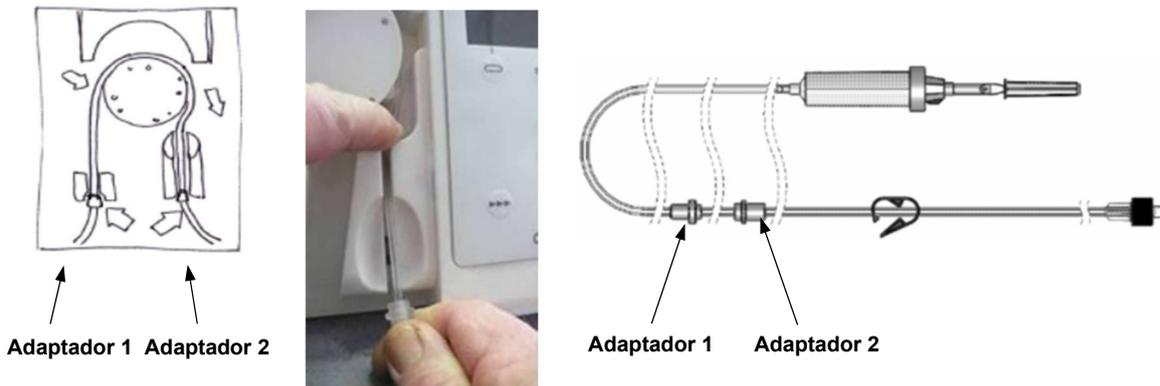

Figura 14:
2. Tome el adaptador 2 y tienda el tubo sobre el rotor de la **Qiona®**. Presione el tubo detrás del rotor hacia el fondo con el índice de la mano izquierda (véase *Figura 14*:). Al mismo tiempo, tire con la mano derecha (en la cual tiene el adaptador 2) del tubo pasándolo a través de la ranura derecha para insertar el adaptador 2 en su conexión.